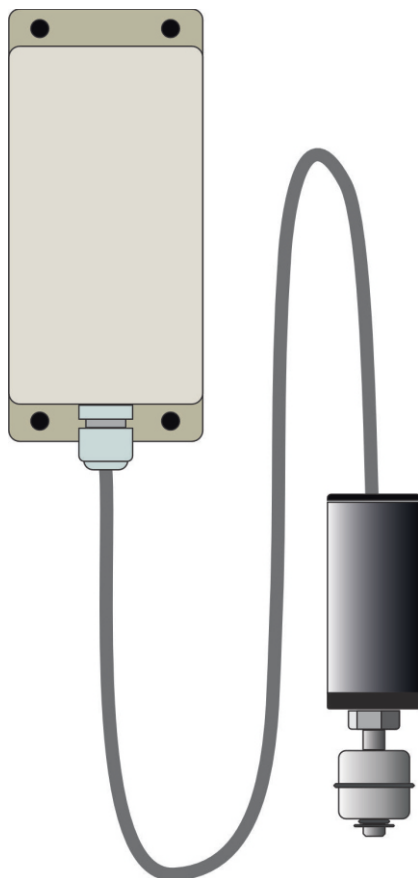
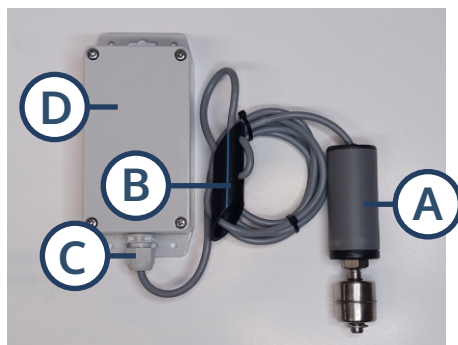

BILD 1
BILD 2
A. En sändare som installeras i tanken eller pumpbrunnen med en flottörbrytare som känner av vattennivån. (Bild 1)
B. Mottagare med ljus- och ljudlarm, som kan installeras på valfri plats inomhus (Bild 2 & 3)
Förpackningen innehåller en sändare med nivågivare (Bild 1) och en mottagare med nätadapter (Bild 2) som är kodade parvis så att varje mottagare enbart reagerar på larm från sin egen sändare.